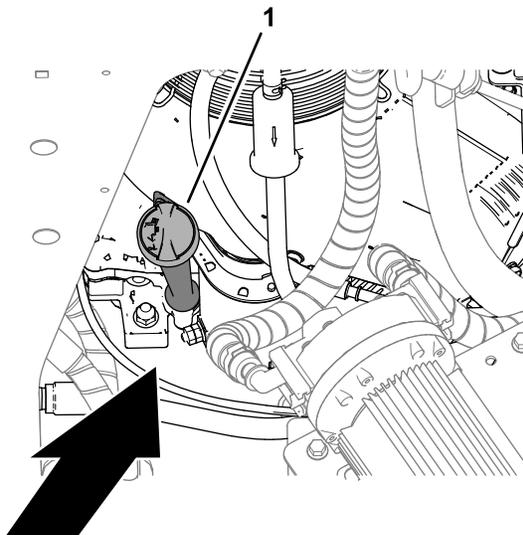

Figure 70
4. Sortez la jauge du moteur et essuyez-la sur un chiffon propre (Figure 70).
8. Serrez la jauge à la main dans le goulot de remplissage (Figure 70).